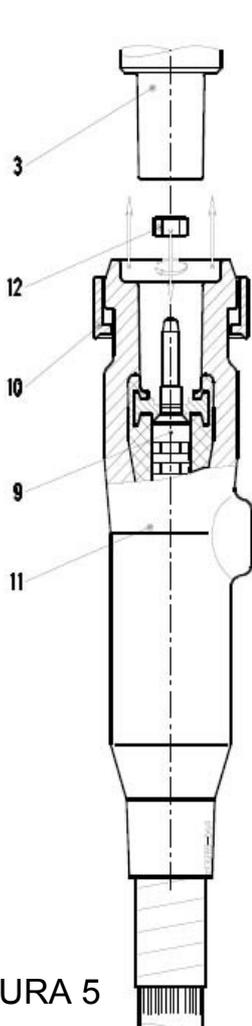

FIGURA 5
Passar pasta de montagem na superfície isolante do cabo (7) e na parte interna inferior da terminação TDER. Introduza o terminal TDER até o encosto e aparafuse a porca (12) no pino de contato (9) como mostra a figura 5. Utilize a chave de aperto fornecida com o jogo de montagem ELOS.